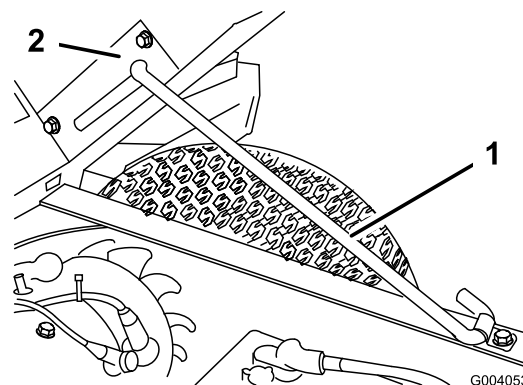

Figura 27
2. Prenda a caixa com a barra de apoio na ranhura de bloqueio (Figura 27).